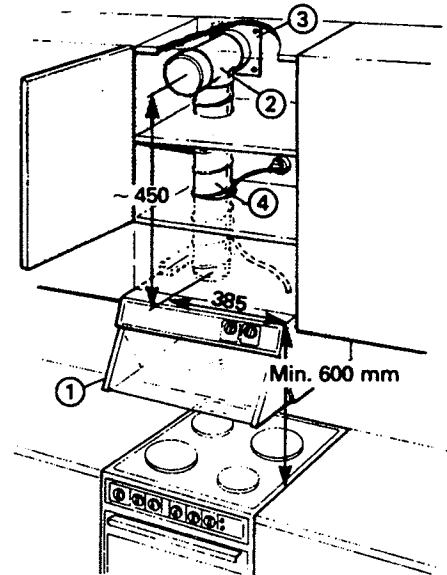

Fig. 10
1. Dra en vågrät linje på väggen 600 mm ovanför spisen. Denna linje motsvarar spiskåpans översida. Är "fläktskåpet" (se fig. 10 och 12, s. 4) redan monterat bör avståndet från spisen till skåpets underkant kontrolleras.